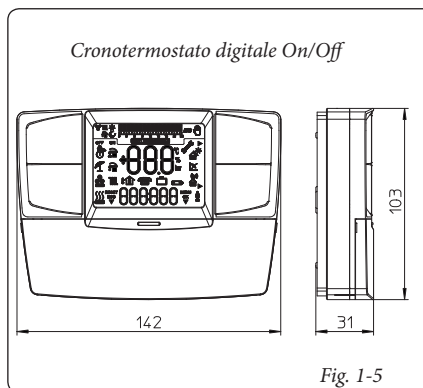

Fig. 1-5
- Cronotermostato digitale On/Off (Fig. 1-5). Il cronotermostato consente di: